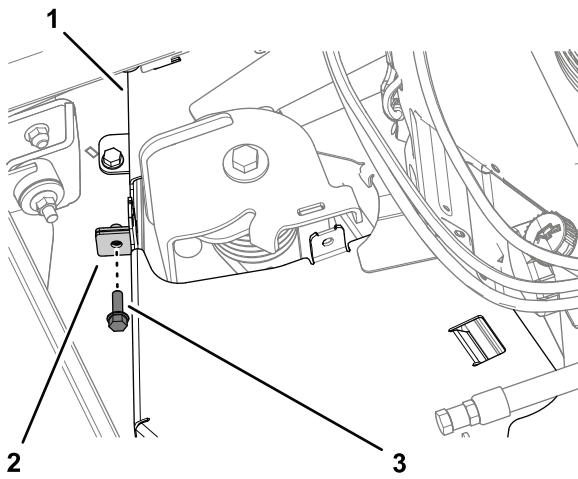

Bild 6
2. Entfernen Sie die Schraube, mit der die Flanschverbindungen der Riemenabdeckung befestigt sind, wie in **Bild 6** dargestellt.